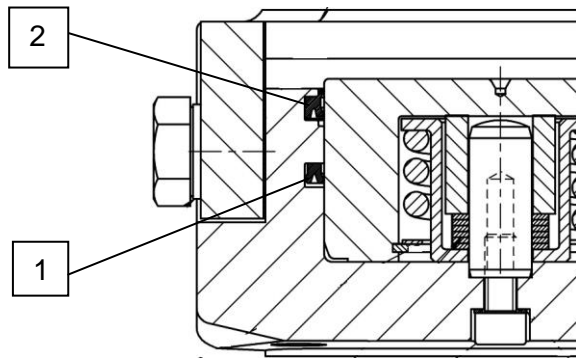
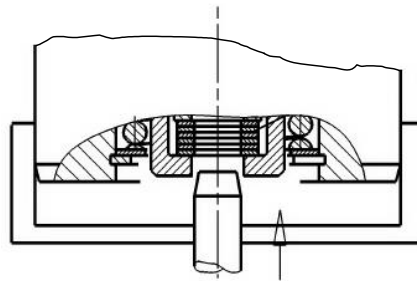

Bild 6.1
Bild 6.2
- Demontieren Sie die Bremssattelhälften. Entfernen Sie die 4 Zylinderschrauben (11). Beachten Sie dabei, dass die Zylinderschrauben mit Druckfedern (12) leicht vorgespannt sind. Verschließen Sie an jeder Bremssattelhälfte einen Druckölanschluss und schließen Sie an den zweiten Druckölanschluss eine Hydraulik-Handpumpe an. Halten Sie das Bremssattelgehäuse (5) fest oder spannen Sie es ein. Drücken Sie die Bremskolben (4) mittels der Handpumpe heraus. Achten Sie darauf, dass die Bremskolben gleichmäßig aus dem Bremssattelgehäuse (5) gedrückt werden.
- Nehmen Sie die alte Dichtung (1) und den alten Doppelabstreifer (2) heraus und setzen Sie die neue Dichtung und den neuen Doppelabstreifer in das Bremssattelgehäuse (5) ein. Achten Sie hier auf die richtige Einbaulage der Dichtung (siehe Bild 6.1). Der Einbau sollte nur mit der Hand erfolgen, damit die Dichtkante nicht beschädigt wird. Für den leichteren Einbau können Dichtung und Doppelabstreifer in eine Nierenform gebogen und in die Nut gelegt werden. Ölen Sie die Dichtung leicht ein. Zentrieren Sie vor dem Einbau des Kolbens (4) die Greifringe im Kolben zur Bohrung oder zum Außendurchmesser des Kolbens mit einem konisch angedrehten Stift (siehe Bild 6.2). Drücken Sie den Kolben mit einer Presse oder treiben Sie ihn durch Schläge mit einem Kunststoffhammer zentrisch in die Zylinderbohrung bis zum Anschlag ein.